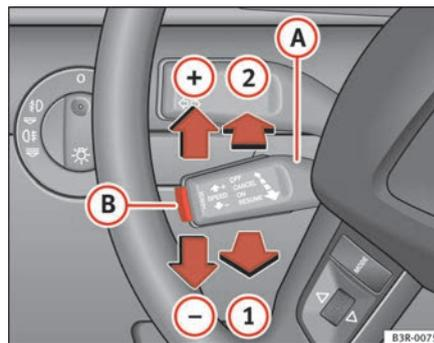

Fig. 143 Eléments de commande du régulateur de vitesse
- Tirez le levier **A** en position \Rightarrow fig. 143 **1** afin d'activer le système.
- Poussez le levier **A** vers le haut, dans le sens \Rightarrow page 181, fig. 143 **+**.
- Poussez le levier **A** vers le bas, dans le sens \Rightarrow page 181, fig. 143 **-**.
- Chaque fois que vous poussez brièvement le levier **A** vers le haut, dans la direction \Rightarrow page 181, fig. 143 **+**, la vitesse augmente de 2 km/h environ.
- Chaque fois que vous poussez brièvement le levier **A** vers le bas, dans la direction \Rightarrow page 181, fig. 143 **-**, la vitesse diminue de 2 km/h environ.
souhaitée en procédant comme suit : conduisez à la vitesse souhaitée, puis appuyez brièvement sur la touche ⇒ page 181, fig. 143 **B** (SET).
- Poussez le levier **A** ⇒ page 181, fig. 143 en position **2** (le faire encliqueter).